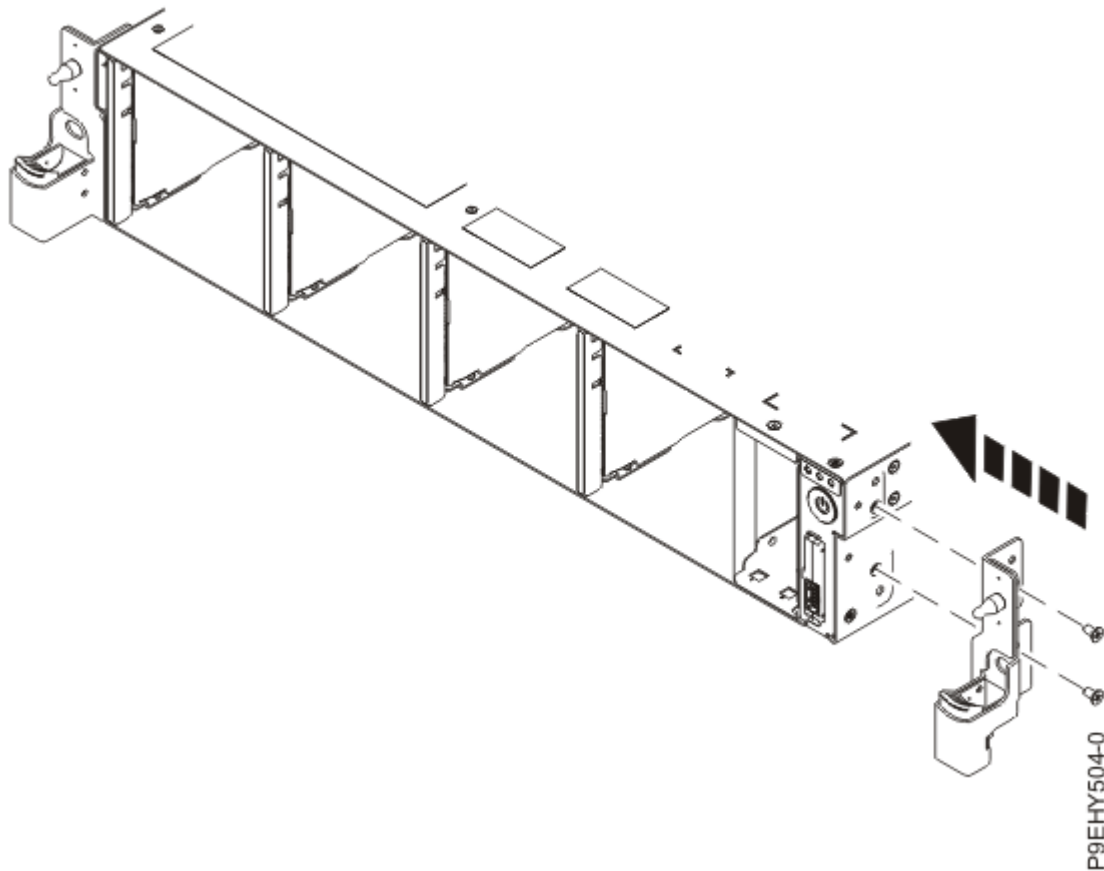

Figure 112. Remise en place du support d'installation en armoire
7. Remettez en place le support d'installation en armoire sur le côté du système (voir Figure 112, à la page 128).